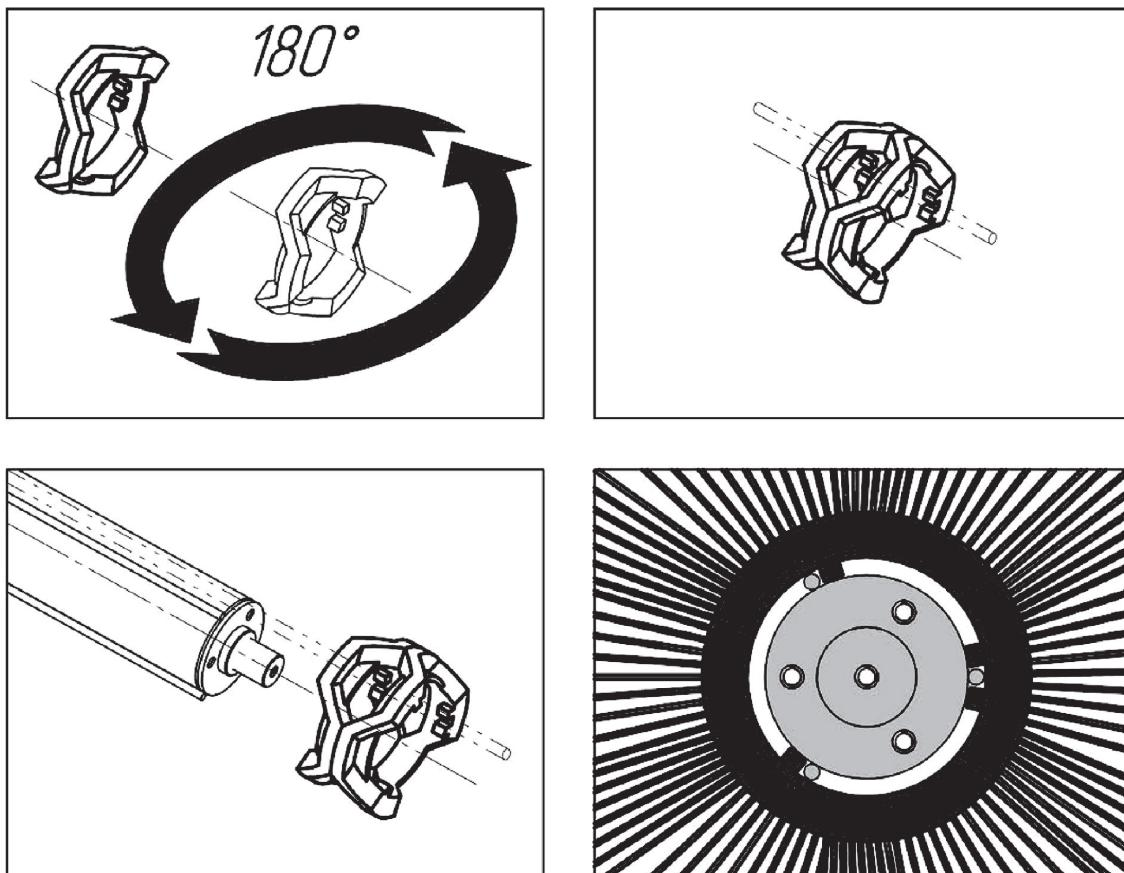

Рисунок 14 – Расположение щеточных дисков
- Установите запасные щеточные диски подходящего диаметра, поворачивая каждый следующий диск на  $180^\circ$  вокруг перпендикуляра к оси подметающего катка (Рис. 14).